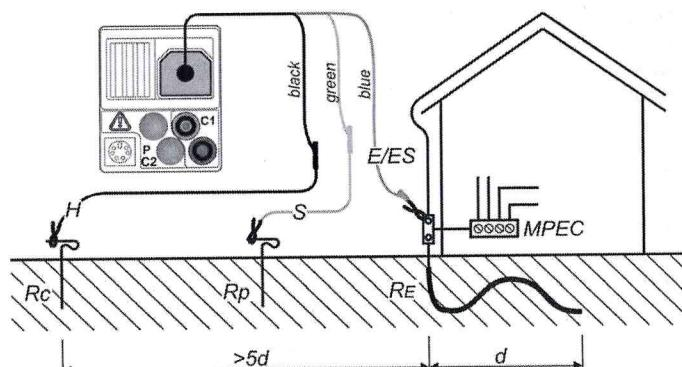

Рисунок 5.36: Сопротивление заземления, измерение сопротивления главной шины заземления здания
- Подсоедините исследуемый компонент (см. Рисунок 5.36: Сопротивление заземления, измерение сопротивления главной шины заземления здания , Рисунок 5.37: Сопротивление заземления, измерение сопротивления системы молниезащиты и Рисунок 5.39: Бесконтактное измерение сопротивления заземления ).